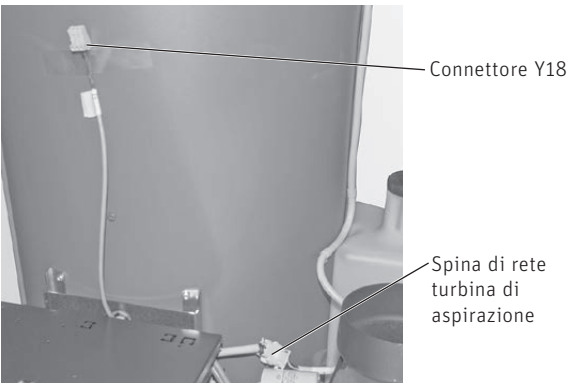

Fig. 109 Inserire la spina di rete della turbina di aspirazione
- inserire la spina di rete della turbina di aspirazione – Fig. 109.